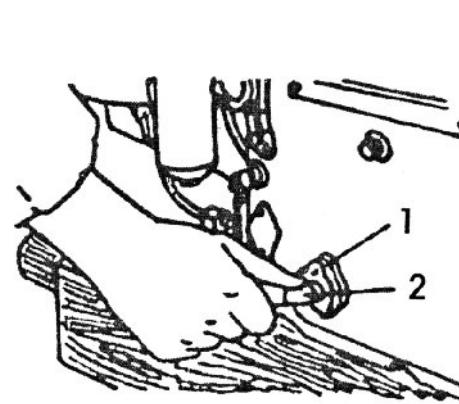

Fig. 5 Escorvar o sistema de injeção de combustível
2.5- Ajustar a velocidade – botão da alavanca de controle na posição de "PARTIDA" (start) indicada no painel. Mover a alavanca de escorva do combustível para frente e para trás até observar uma ação de "trepidação" do injetor de combustível (Fig.5).